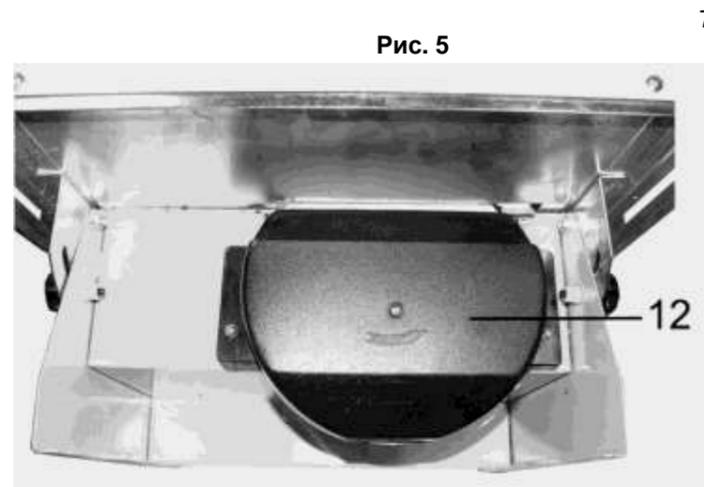

Рис. 5
## 12. ЗАМЕНА ОТРЕЗНОГО ДИСКА (Рис. 5, 6)
12.5. Как показано на Рис.5, 6, установите и закрепите вставку (20) и нижний защитный кожух (12).